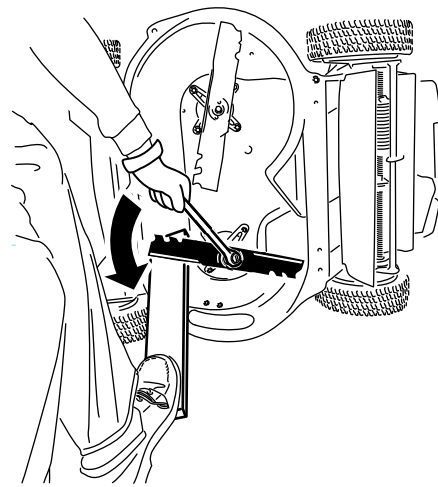

Figura 36
1. Usate un blocco di legno per tenere ferma la lama e ruotatela in senso antiorario come mostrato in (Figura 36).